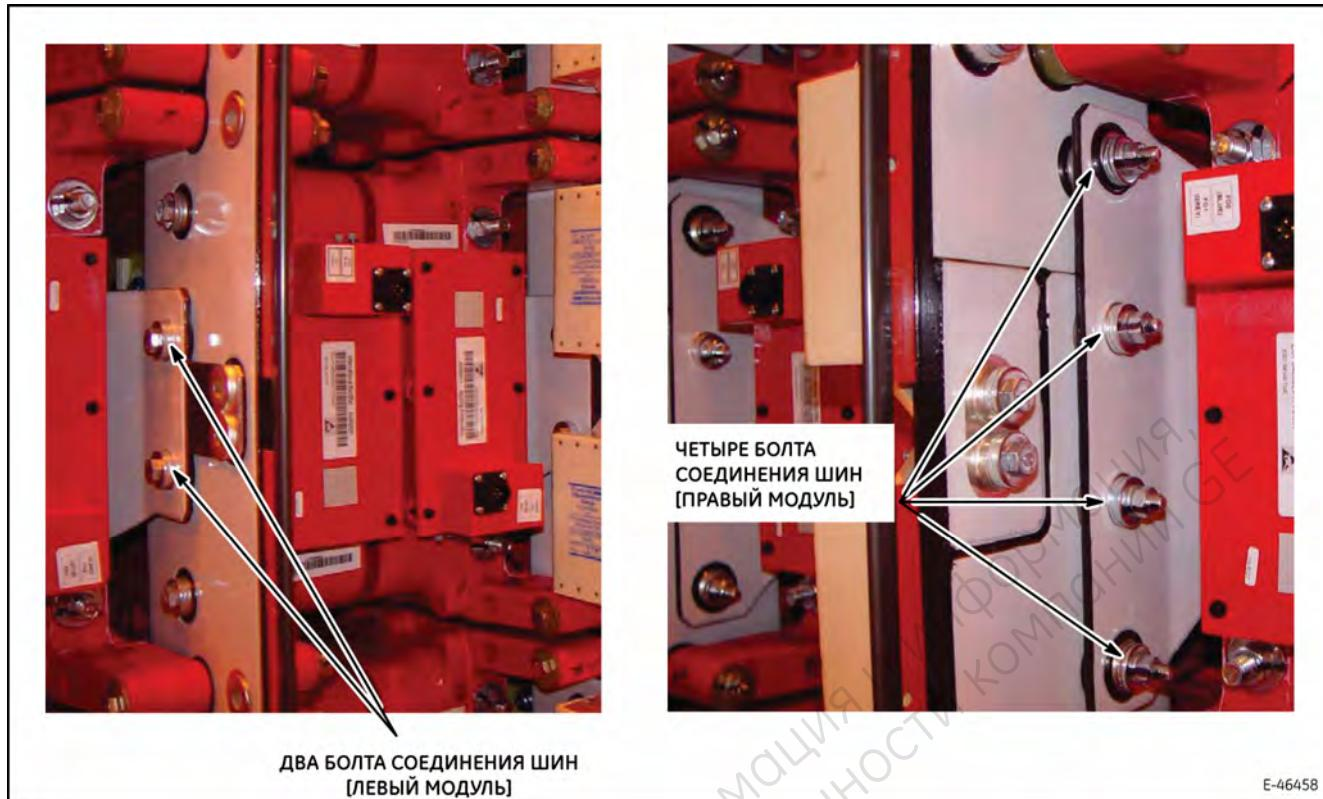

Рис. 28. Крепление шин IGBT-модуля фазы к вертикальным силовым шинам.
- Снимите шины IGBT-модуля фазы (рис. 28) с болтов вертикальной шины (два [2] для левого модуля и четыре [4] для правого модуля).